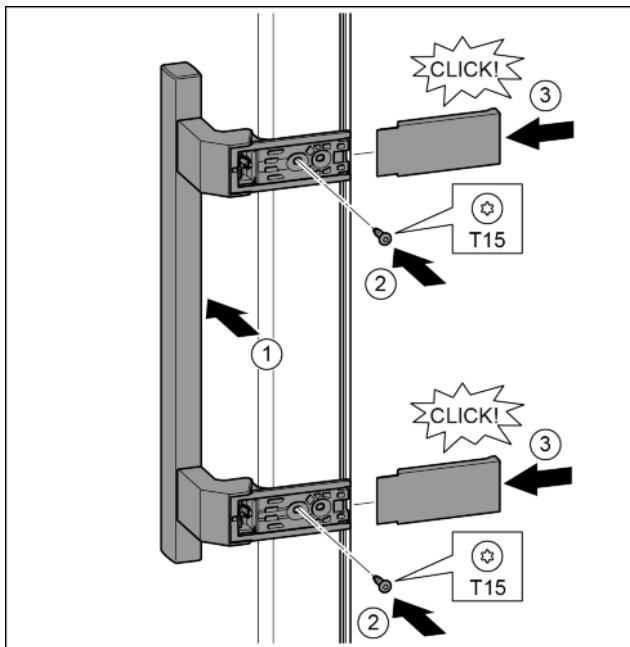

Fig. 39
- ▶ Postavite ručicu na suprotnoj strani. Fig. 39 (1)
- ▶ Odvijačem T15 čvrsto pritegnite vijke. Fig. 39 (2)
- ▶ Postavite pokrove bočno i nataknite ih. Fig. 39 (3)